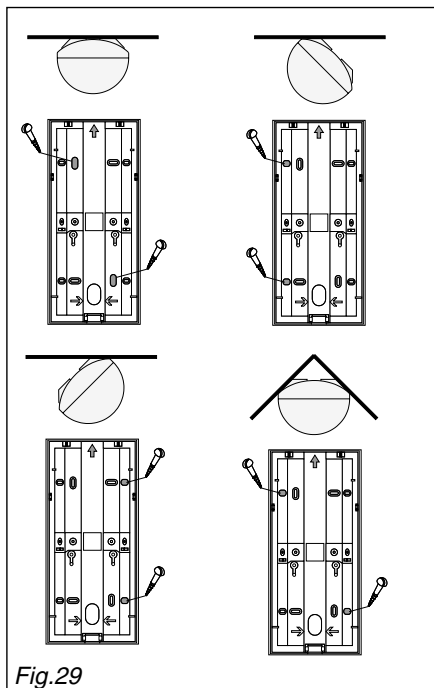
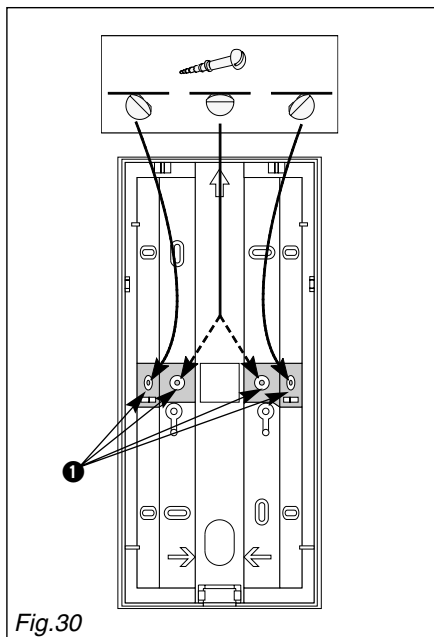

Fig.29
Fig.30
### 3.4.3.3 Montage du détecteur (fig. 29 et 30)
- 1- Percez les trous de fixation nécessaires dans le socle du détecteur comme indiqué à la fig. 29 (fond du détecteur) et fig. 30 ❶ (plaque de protection à l'arrachement).